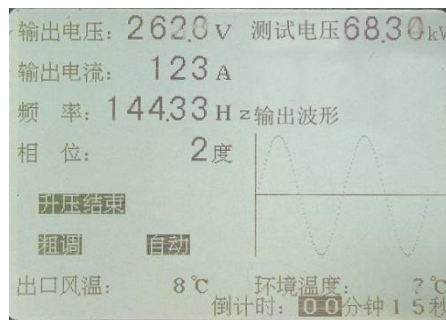

图 29 HMCXZW 变频电源装置自动升压完成后
8.2.4 当到达试验电压时，屏幕提示“升压结束”，倒计时会自动启动。当距离计时结束还有十秒时，控制箱将发出报警声，并且屏幕上的倒计时会闪动(见图 29)。试验时间到了，系统会自动降低电压至零，然后切断高压回路电源，最后停止风扇工作。